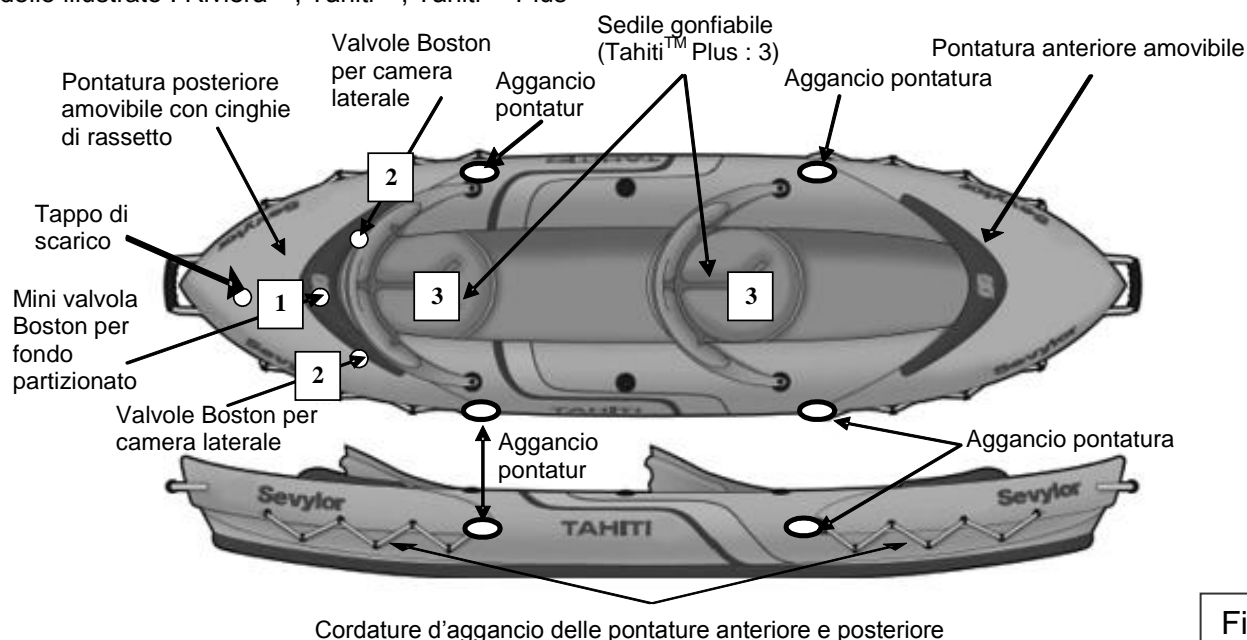

Figura 1
a) Valvola(e) Boston (figura fronte) : sviti il cappuccio della valvola (1), avviti il corpo della valvola (2) nella base della valvola (3) ; abbia cura che il cappuccio resti accessibile. Inserisca l'estremità del gonfiatore nella valvola e gonfi fino a raggiungere il livello di pressione raccomandato (vedere punto 3). Dopo il gonfiaggio, chiuda bene tutte le valvole con il loro cappuccio (nel senso delle lancette d'un orologio). **N.B.** : una leggera fuga d'aria prima della chiusura è normale, solo il **cappuccio della valvole assicura la TENUTA STAGNA**.
3. Gonfi l'imbarcazione secondo l'ordine di gonfiaggio indicato sulla placca d'immatricolazione stampata sull'imbarcazione (vedere anche figura 1, la numerazione delle valvole).